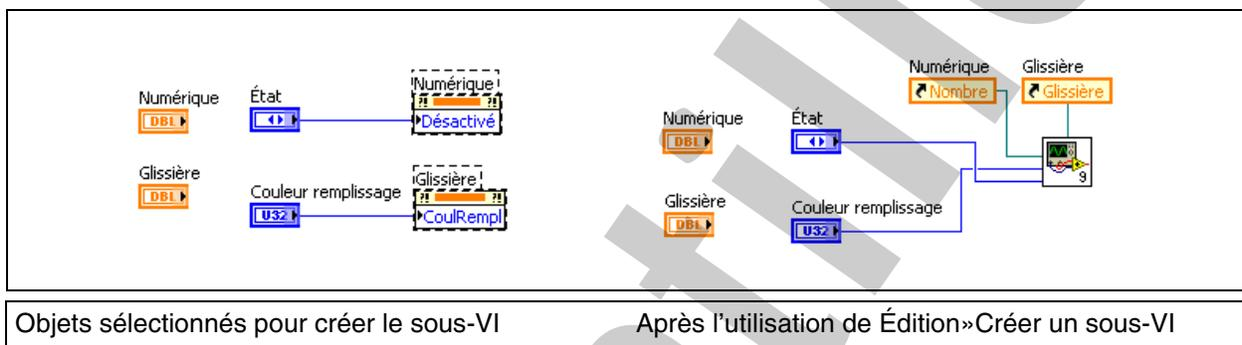

Figure 5-5. Utilisation de **Édition»Créer un sous-VI** pour créer des références de commande
La figure 5-5 montre la façon la plus simple, décrite ci-après, de créer des nœuds de propriété liés explicitement :
2. Sélectionnez la partie du diagramme qui sera dans le sous-VI, comme dans la première partie de la figure 5-5.
4. Personnalisez le sous-VI et enregistrez-le. Comme l'illustre la seconde partie de la figure 5-5, le sous-VI utilise l'icône par défaut.